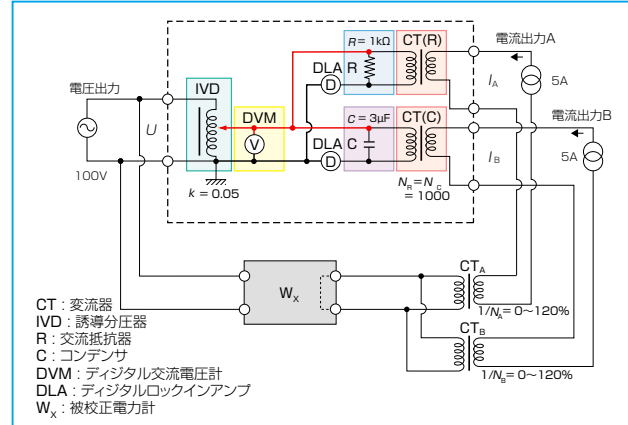

図4 開発された電力計校正システムの回路図
3b)。その中核となる装置が電力ブリッジである。回路図（図4）が示すとおり、この装置は交流抵抗器 (R) とコンデンサ (C) を橋渡し (ブリッジ) として電圧と電流の間の位相角と振幅の比較測定を行い、その結果を電圧電流源にフィードバックしている。一方で、二つの電圧電流源の出力は任意の比率で合成され、校正に必要な位相角を自由に設定できる。このようにして、精度を得ることが難しい位相角の測定は電力ブリッジ内での電圧の比較へ、そしてその標準はトレーサビリティが求め